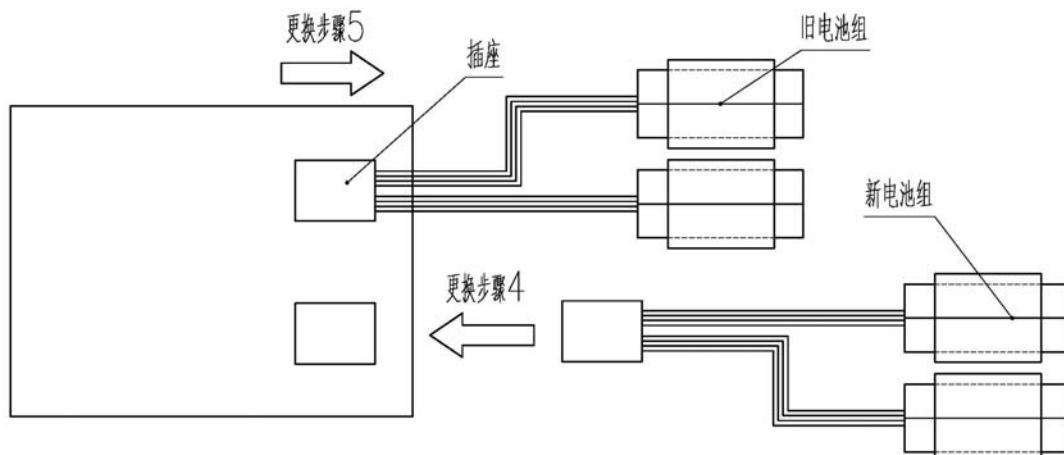

图 18 电池组连接
- ③ 把旧电池组从电池盒中取出，注意不要拔下旧电池组插头；
- ④ 把新电池组插在电池盒内空闲的插座上（参考图 18）；
- ⑤ 拔下旧电池组；